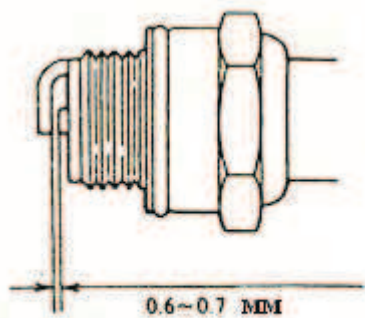

Рис. 16
3) Оптимальный зазор свечи зажигания 0,6-0,7 мм. Регулярно проверяйте зазор! Если зазор слишком большой или слишком маленький, выставите его до требуемого размера. (См. рис. 16).